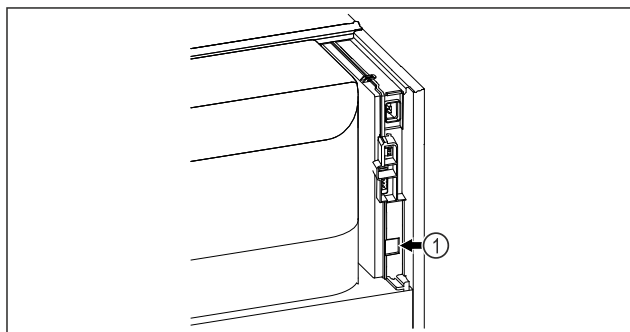

Fig. 184
- SmartModule Fig. 184 (1) установлен.